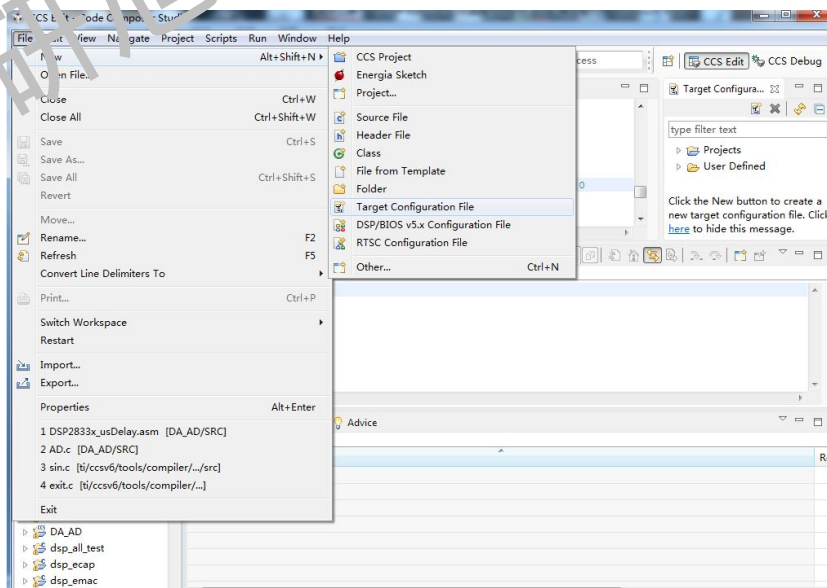

图 3-1-1
- 在菜单 Target 一栏中, 选择 New Target configuration, 如下图 3-1-1 所示: